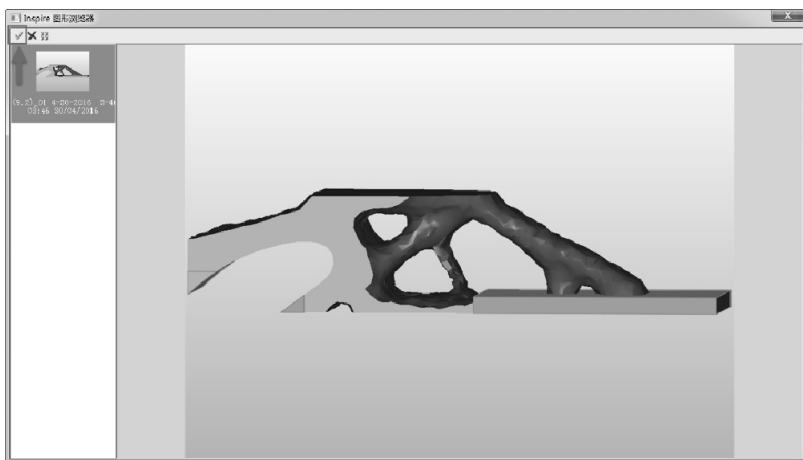

图 9-29 Inspire 图形浏览器
4) 打开 Inspire 图形浏览器, 此时可以看到刚才在 Inspire 中保存的模型已被存入该浏览器。单击浏览器左上角的绿色对勾图标, 如图 9-29 所示, 将模型置入 Evolve。